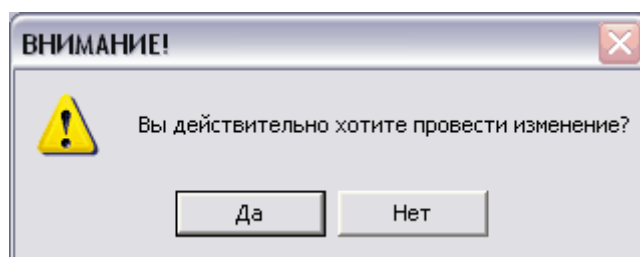

Рис. 69
3. После этого появится окно подтверждения проведения изменения (Рис. 69). Для окончательного проведения пакета изменений нажмите **Да**, для отмены – **Нет**.